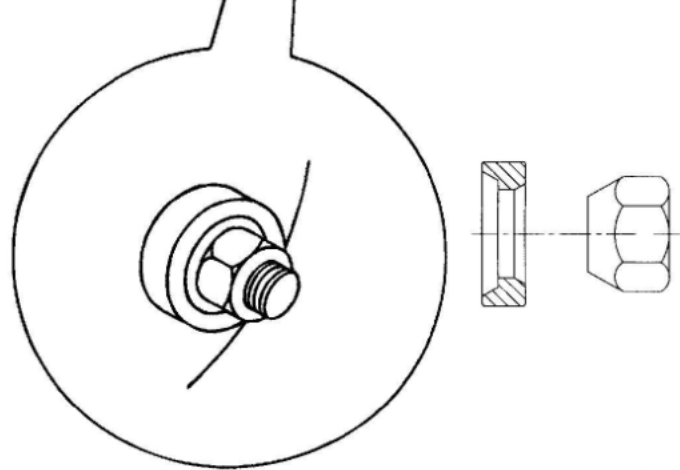

Рисунок 10
6. Снимите колесо, и зафиксируйте тормозной диск с помощью колесных гаек или болтов с коническими кольцами (рис.10).
12. Закрепите приводной адаптер на одном из тормозных дисков с помощью гаек или болтов (рис.10).